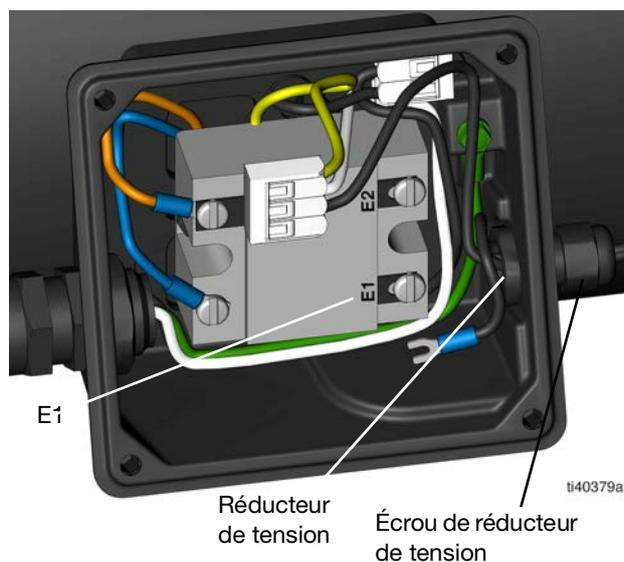

FIG. 32
8. Tournez l'écrou du réducteur de tension à l'aide d'une clé jusqu'à ce qu'il soit serré (voir FIG. 32).
9. Sertissez le connecteur à fourche sur l'un des fils du câble de pression (voir FIG. 32).
11. Réinsérez le deuxième fil dans le connecteur contenant les câbles jaune et blanc (Fig. 32).